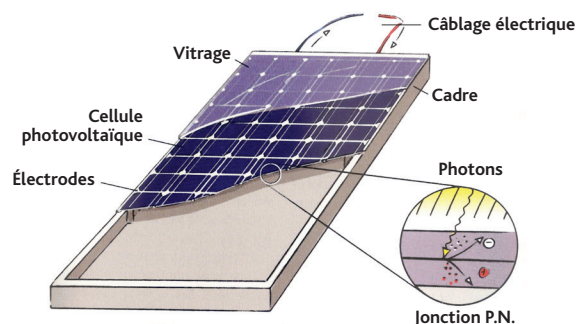

FIGURE 2 :
Il avait alors observé que certains matériaux produisaient spontanément un courant électrique lorsqu'ils étaient exposés à la lumière et que l'intensité du courant produit était proportionnelle à celle de l'éclairage. De nos jours, les PV les plus courants utilisent du silicium mono ou polycristallin, car cette technologie offre un bon compromis performance-coût (Figure 2). Globalement, les panneaux monocristallins sont plus performants que leurs homologues polycristallins, mais plus coûteux. Pour plus de détails sur leurs différences, on peut consulter la précédente revue *Chimiste* (2) ou les références suivantes (3-7). La référence numéro 7 est particulièrement pratique pour se faire une opinion rapide car le texte est très synthétisé. Les rendements pour les meilleurs panneaux tournent autour de 15-17 % et c'est difficile de faire mieux. Le tableau 1 donne des exemples affichés par certains fournisseurs. Jusqu'à preuve du contraire, Sun Power serait le meilleur.